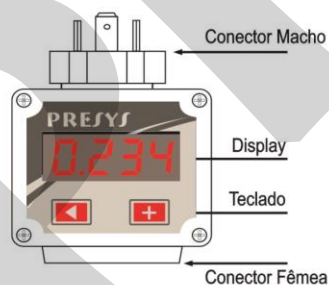

Figura 01 - Visão geral do LIY-500
- 4 – Observar se o conector foi corretamente montado. Com o conector corretamente montado não é possível a infiltração de líquidos pelos cabos (ver figura 01).
O painel frontal do indicador pode ser visto na **Figura 01**: